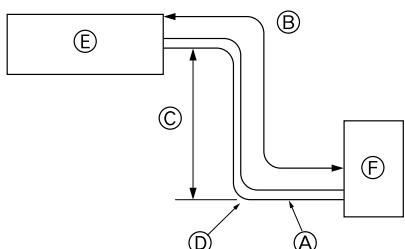

Fig. 2-1
① Samlerør.....x1
2.1. Kølerør (Fig. 2-1)